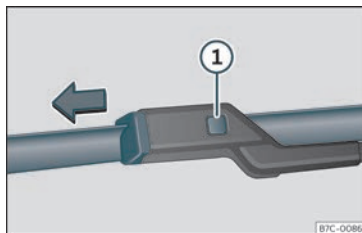

Fig. 41 Sostituzione delle spazzole dei tergicristalli.
- Mantenere premuto il tasto di sblocco >>> **fig. 41**  tirando leggermente la spazzola nel senso della freccia.